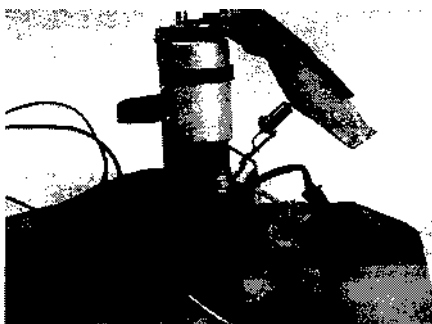

Рис. 6.6. Отсоедините разъем электропроводки от датчика уровня топлива
- 6 Отсоедините разъем электропроводки от датчика уровня топлива (см. рис. 6.6).